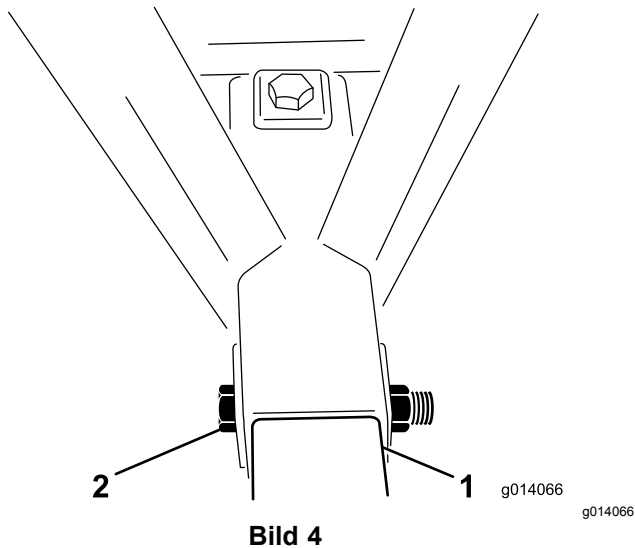

Bild 4
- Setzen Sie eine Schraube (1" x 6-1/2") durch den Rahmen und das Anbauvorrichtungsrohr und befestigen Sie sie mit einer Sicherungsmutter (**Bild 4**). Ziehen Sie die Sicherungsmutter bis auf 976-1193 Nm an.
- Setzen Sie eine Schraube (1" x 6-1/2") durch die Oberseite des Rahmens und durch das Anbauvorrichtungsrohr ein und befestigen Sie sie mit einer Sicherungsmutter (**Bild 4**). Ziehen Sie die Sicherungsmutter bis auf 976-1193 Nm an.